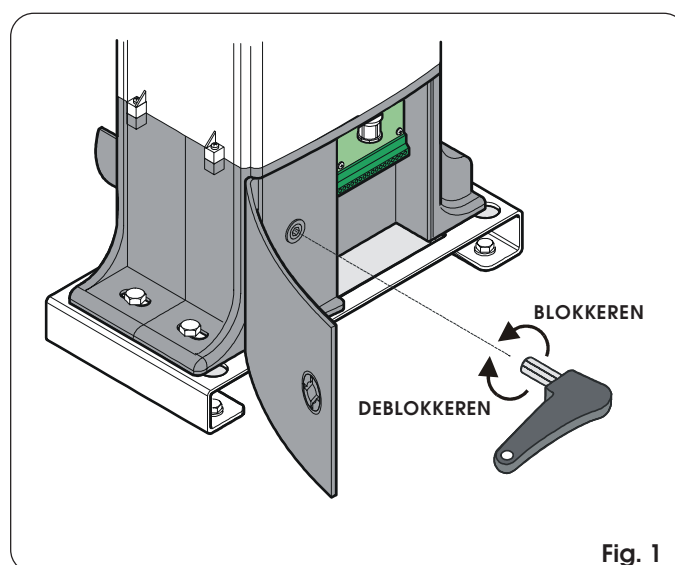

Fig. 1
- Haal de bijgeleverde sleutel die achter het luikje zit weg; steek deze in het ontgrendelsysteem en draai hem met de klok mee tot de mechanische aanslag (fig. 1).
- Draai de ontgrendelsleutel tegen de klok in tot aan de mechanische aanslag (fig. 1).